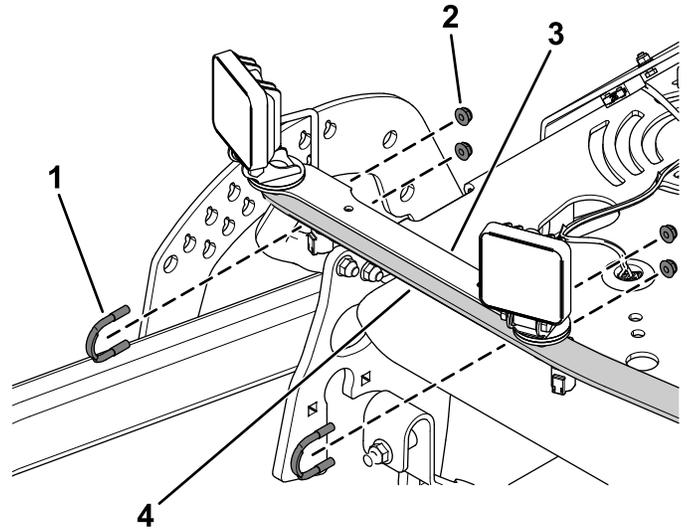

**Figure 1**
1. Fixez les feux à LED sur le support à l'aide de 2 boulons de carrosserie (5/16" x 7/8"), 2 rondelles de friction et 2 écrous à embase (5/16"), comme montré à la Figure 1.